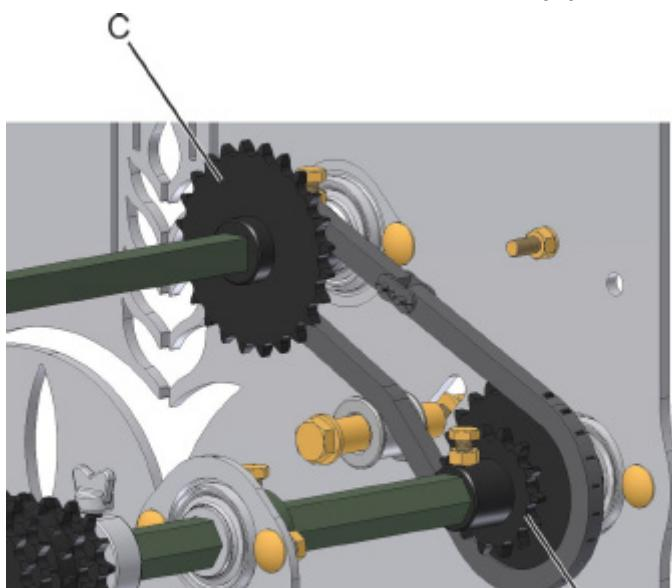
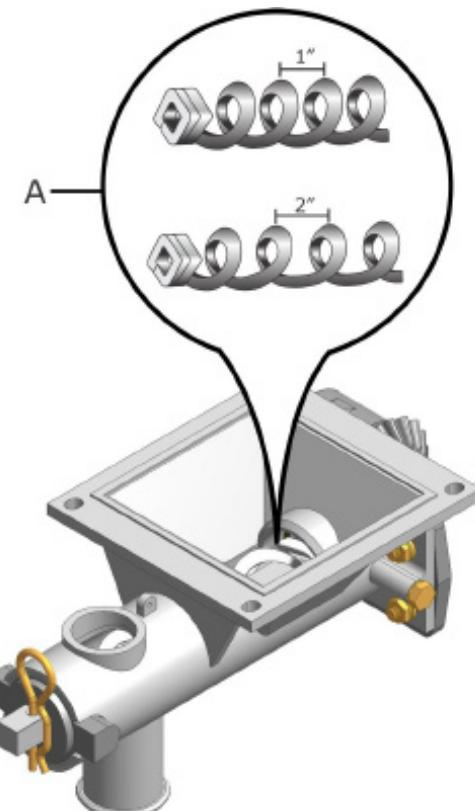
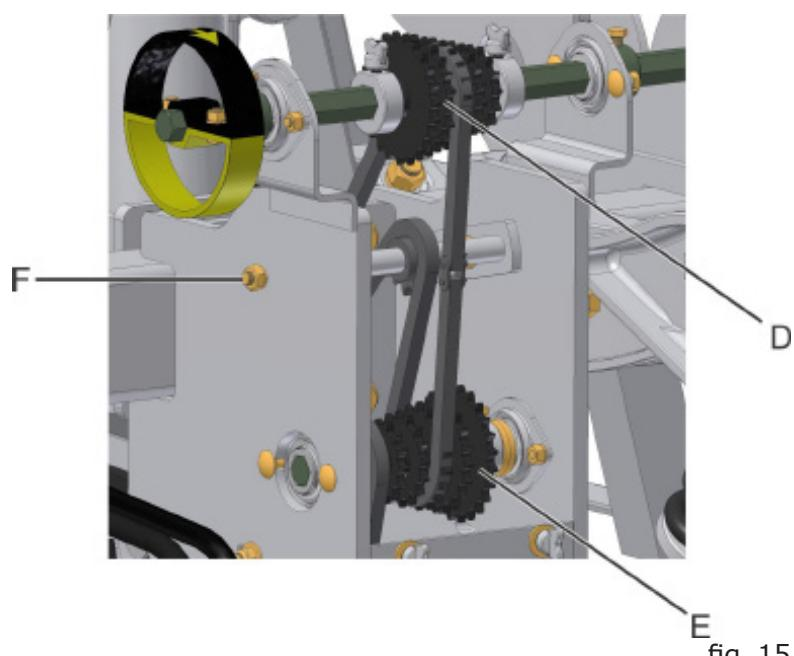

fig. 14
fig. 13
fig. 15
A regulagem da quantidade de fertilizante em Kg/ha é realizada através das rosas sem-fim (A) (fig. 13) e do intercâmbio de rodas dentadas motrizes (B) e rodas dentadas movidas (C) (fig. 14), do pinheirinho movido (D) e motriz (E) (fig. 15), sendo que o fertilizante é deslocado através das rosas sem-fim (A).
Para a regulagem dos pinheirinhos é necessário afrouxar o parafuso (F) (fig. 15) do esticador.